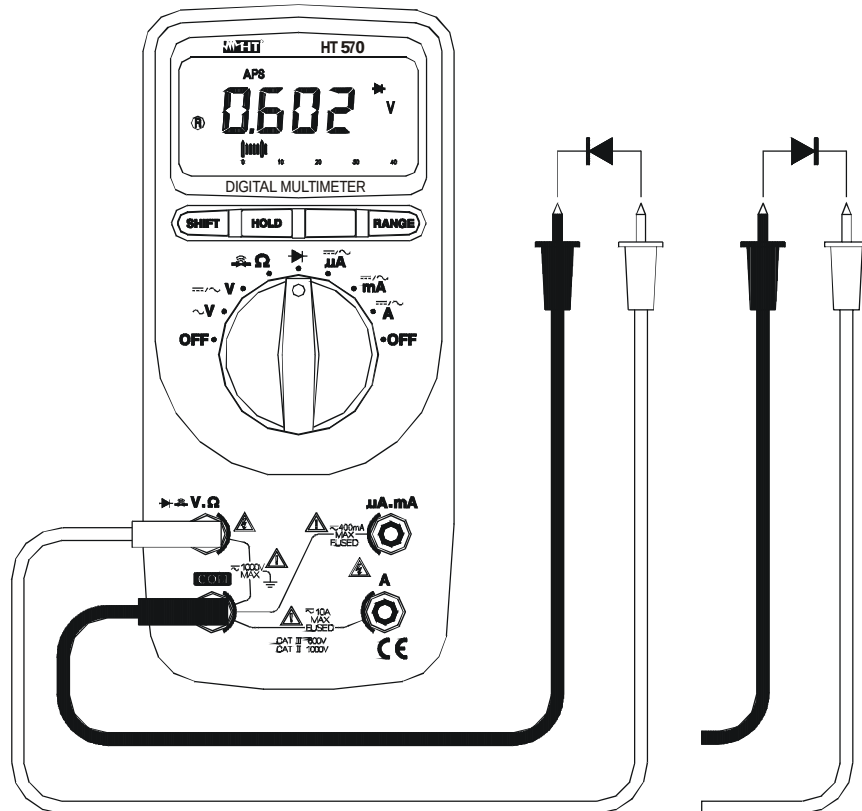

Abb. 4: Diodentest
2. Verbinden Sie die Messleitungen wie folgt, die rote in die V.Ω Buchse und die schwarze in die **COM** Buchse (Abb. 4).